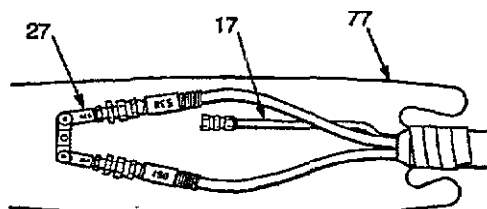

Fig. 23
- b. Poner el conjunto de manguera y cubierta contra la abrasión (76) extremo contra extremo. Ver Fig. 23.
- d. Empujar la cubierta sobre la manguera. Ver Fig. 23. La cubierta deberá doblarse sobre sí misma y voltearse de tal manera que el interior quede hacia afuera cuando se desliza sobre la manguera.
- h. Conectar la manguera de aire (17) con la pistola. Enrollar la parte excedente de la manguera hacia abajo entre la pistola y la manguera flexible.